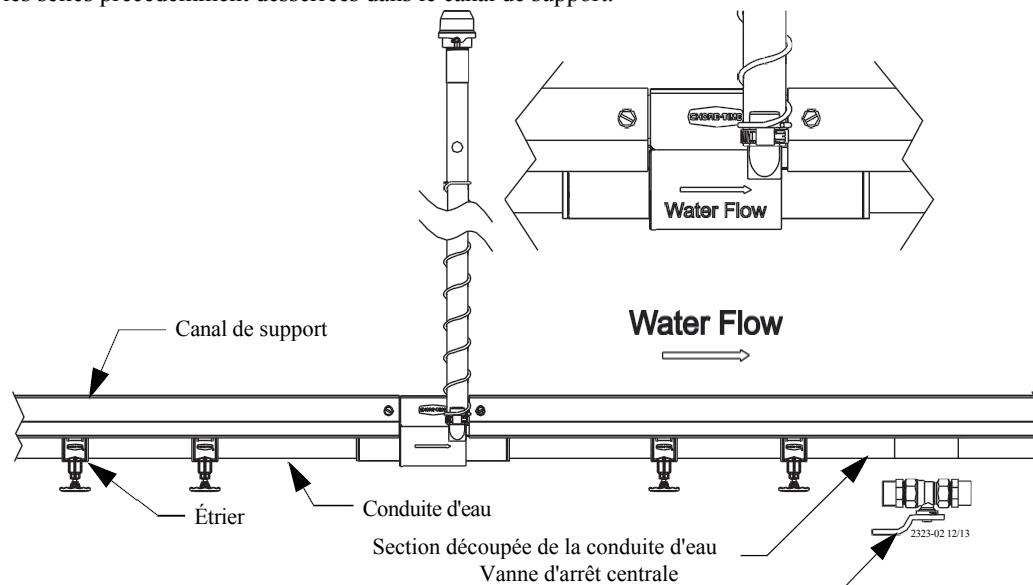

Figure 25. Installation d'une vanne d'arrêt centrale
3. Utilisez un coupe-tube en PVC pour découper une section du tuyau d'eau. Voir la figure 25. La vanne d'arrêt peut servir de gabarit pour déterminer la taille requise de la découpe.